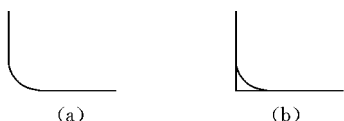

图 3.24 “圆角”命令中“修剪”选项示例
① 放弃(U) :取消上一步的操作。
② 多段线(P) :选择此选项后 ,AutoCAD 对多段线每个顶点都进行倒圆角操作。
③ 半径(R) :此选项用于输入半径值。默认半径为上一次使用此命令时设置的值。初始默认半径为 0。
④ 修剪(T) :用于确定倒圆角操作后是否修剪对象。图 3.24(a)是选择“修剪”,如图 3.24(b)所示是选择“不修剪”。默认情形如图 3.24(a)所示。
⑤ 多个(M) :此选项一次可倒多组圆角。